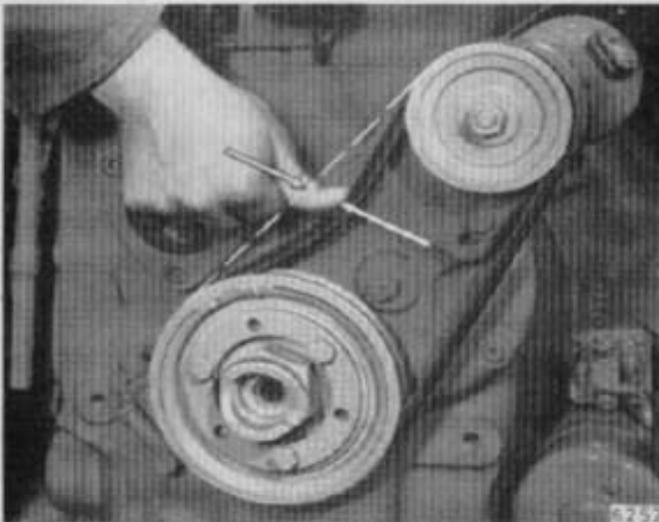
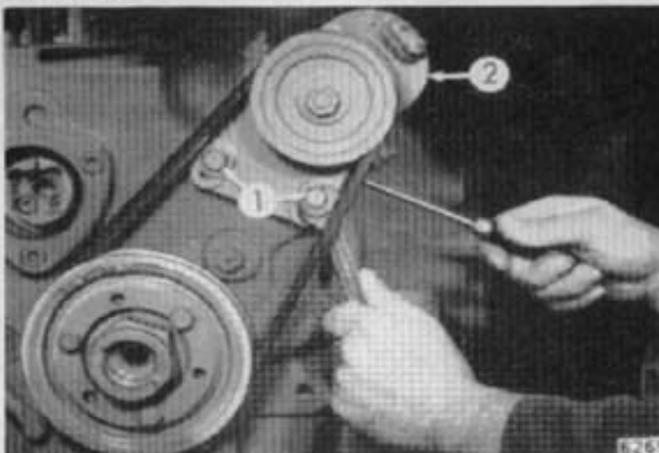

Bild 32
Bild 33
**B 8 Spannung des Keilriemens für die Lichtmaschine prüfen. Alle 240 Betriebsstunden** (bei jedem 2. Motorölwechsel) durch Daumen- druck prüfen (Bild 32), ob sich der Keilriemen zwischen den Scheiben um nicht mehr als ca. 10 bis 15 mm eindrücken läßt. Muß der Riemen nachgespannt werden, dann sind die Sechskantschrauben 1 (Bild 33) zu lösen.